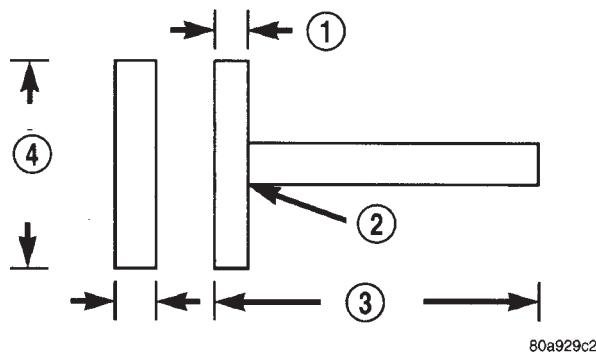

Fig. 9 Desmontaje del diente para el encendedor/toma de energía
(3) Utilizando pinzas para anillos de retención externo con puntas de 90°. Inserte las pinzas con las puntas contra las protuberancias y oprima forzando las protuberancias fuera de la base.
(4) Jale hacia afuera la base a través del anillo de montaje meciendo las pinzas suavemente. Se puede hacer una herramienta de ayuda para hacer lo mismo. Refiérase a la (Fig. 9).
(5) Desconecte los cables de la base.